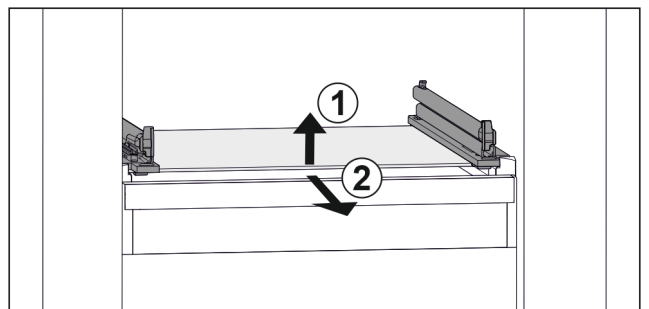

Fig. 121 Exemple de représentation de la tablette en verre
- ▶ Soulever la tablette en verre par l'avant. Fig. 121 (1)
- ▶ Retirer la tablette en verre par l'avant. Fig. 121 (2)